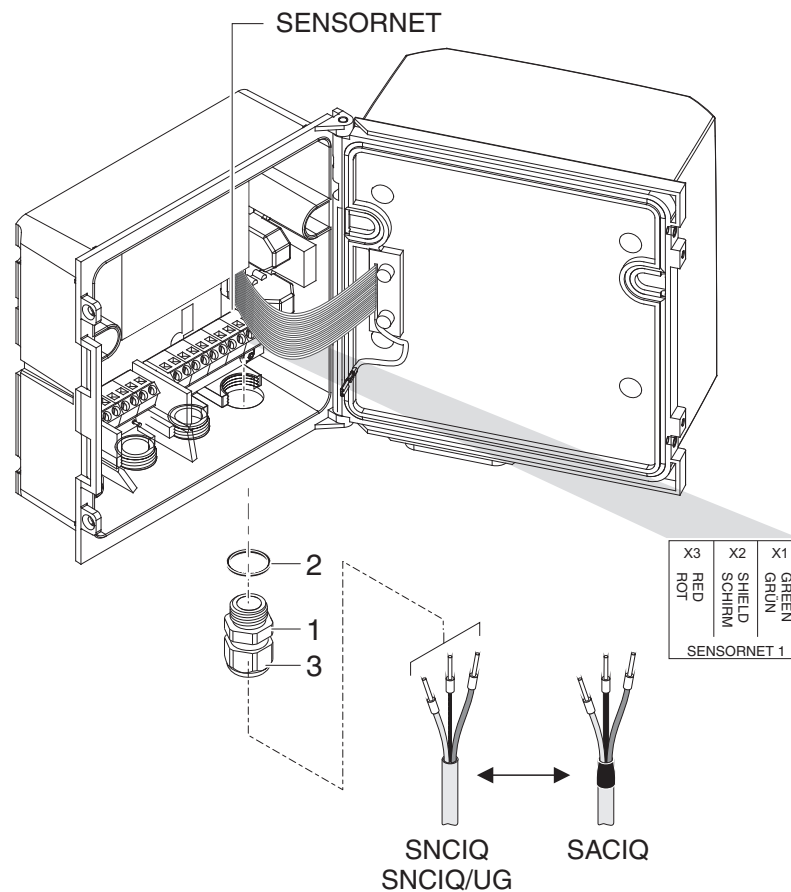

fig. 3-3 Raccordement du câble (exemple DIQ/S 28X-CR3)
- 2 Sur la position de la connexion SENSORNET (voir étiquette dans le fond du boîtier), visser dans le boîtier le passe-câbles à vis (n° 029 212, pos. 1 de la fig. 3-3) avec le joint (pos. 2).
- 3 Desserrer l'écrou de serrage (pos. 3 de la fig. 3-3).
- 6 Serrer l'écrou de serrage (pos. 3 de la fig. 3-3).